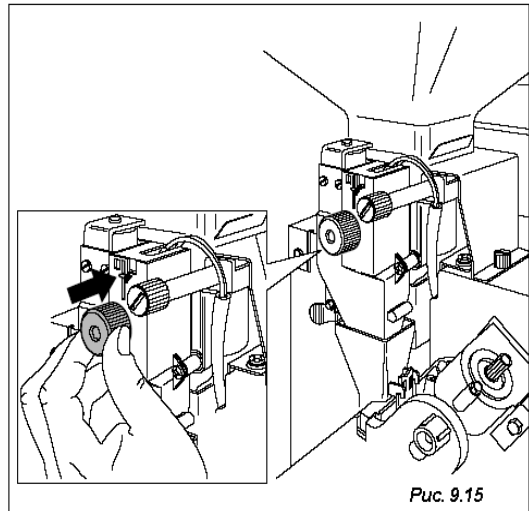

Рис. 9.15
- **Изменение веса порции молотого кофе:** производится с помощью регулятора на измерительном устройстве (Рис. 9.15).
Вес порции можно контролировать по контрольным меткам на корпусе измерительного устройства (см. Рис. 9.15).